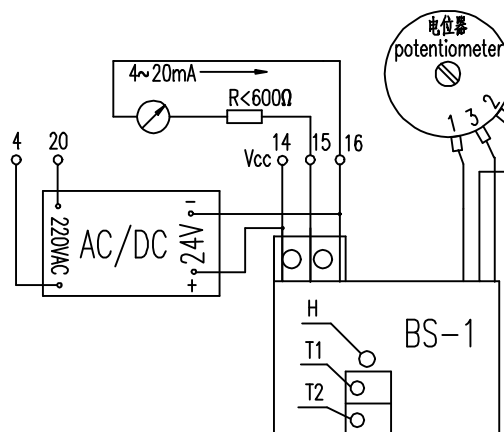

图 9 阀位变送器 Fig.9 transmitter
2. 阀位变送器 BS-1 的调整，见图 9。阀位变送器的取样电位器选用高精度导电塑料电位器 WDD32，其独立线性度 $<1\%$ ，寿命 10×10^6 次。图中 4、20、14、15、16 为接线端子号，H 为指示灯，其亮度随输出电流的增大而变亮。调整方法如下：
For the adjustment of position signal transmitter, refer to Fig.9